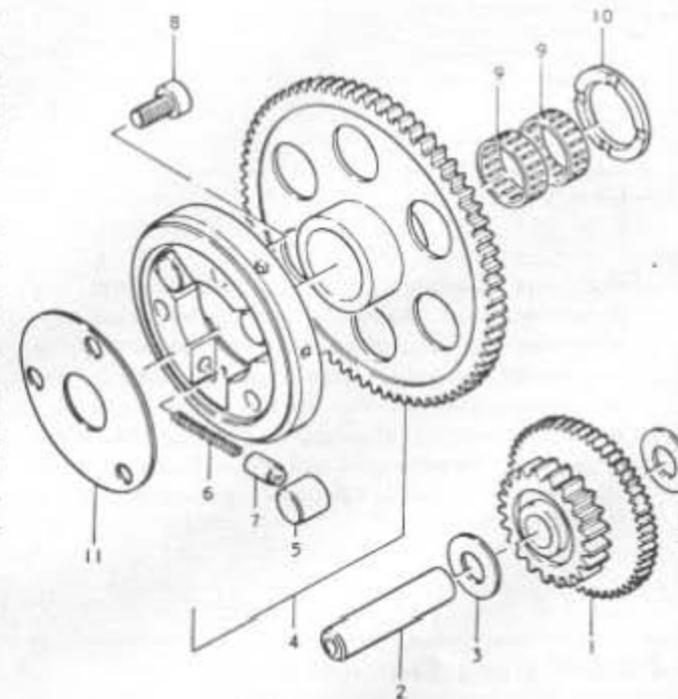

Bild 284 Anlasserfreilaufkupplung
- Der Gleichrichter sitzt hinter dem linken Seitendeckel an der Rückseite des Spannungsreglers (Bild 284). Falls man nach Ausführen von Test 1 über den Zustand des Gleichrichters irgendwelche Zweifel hegt, lässt er sich in eingebautem Zustand mit einem auf Widerstandsmessung geschalteten Vielfachmessgerät überprüfen.